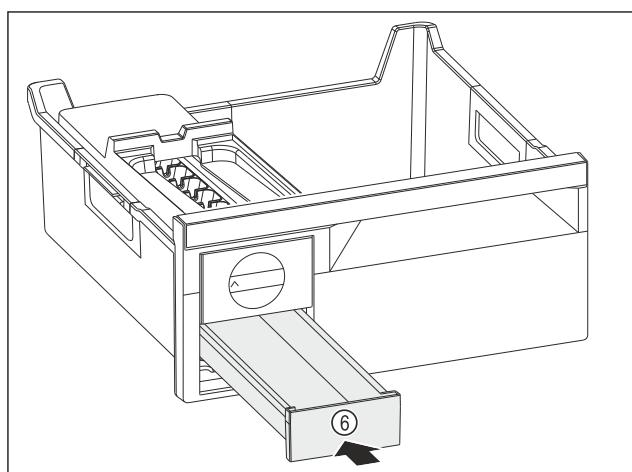

Fig. 136
- Вдвиньте выдвижной ящик для кубиков льда Fig. 136 (6).